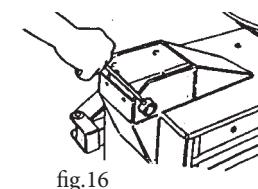
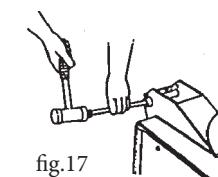
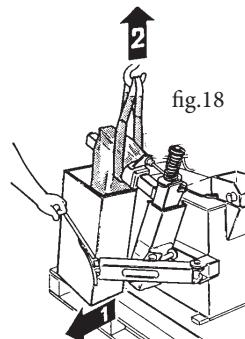
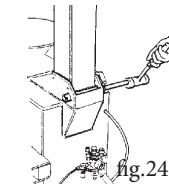

fig.16
fig.17
fig.18
fig.24
- Smontare la vite perno-fulcro palo con chiave a brugola di 6 (fig.16) e sfilare il perno come da fig.17.
- Dotarsi di una fascia di sollevamento di mt.1 modello DR 50 - fattore di sicurezza 6:1. Avvolgere la fascia attorno al braccio ribaltabile (fig.18)
- Aprire il braccio stallonatore come da fig.18 (1) e sollevare il palo con un paranco (2).
- Fissare il palo al cassone infilando il perno con un martello (fig.24) e stringere la vite perno-fulcro (fig.16).
- Unscrew the column pivot-pin bolt with a 6 mm hex key (fig. 16) and remove the pin as shown in fig. (17).
- Make use of a 1 m hoisting strap model DR 50 - safety factor 6:1. Wrap the strap around the tilting arm (fig.18)
- Open the bead breaking arm as shown in fig. 18 (1) and raise the column with a hoist (2).
- Fix the column to the machine body (fig.24) inserting the pivot-pin with a hammer and tighten the pivot-pin bolt (fig.16).
- Démonter la vis pivot-fulcre du bras au moyen de la clef hexagonale de 6 (fig. 16) et extraire le pivot (voir fig. 17).
- Se munir d'une ceinture de levage de 1m modèle DR50- facteur de sécurité 6:1; envelopper la ceinture autour du bras culbutant (fig. 18).
- Ouvrir le bras détalonneur (v. fig. 18)(1) et faire monter la colonne au moyen d'un palan (2).
- Fixer la colonne à la carcasse en enfiler le pivot au moyen d'un marteau (fig. 24) et serrer la vis pivot-fulcre (fig. 16).
- Die Schraube des Zapfendrehpunkts an der Tragsäule mit einem Allen-Wrench-Schlüssel von 6 abschrauben (Abb. 16) und den Zapfen wiein Abb. 17 herausziehen.
- Ein Hebeband von einem Meter Länge Modell DR 50, Sicherheitsfaktor 6:1 besorgen. Das Band um den Schwenkarm wickeln (Abb. 18).
- Die Abdrückkralle wie in Abb. 18 (1) öffnen und die Tragsäule mit einem Flaschenzug hochziehen (2).
- Die Tragsäule auf dem Kasten befestigen, wofür man den Zapfen mit Hilfe eines Hammers einsetzt (Abb. 24), und dann die Schraube des Drehpunktzapfens anziehen (Abb. 16).
- Desmonte el tornillo pasador-fulcro de la columna con llave de allen de 6mm (fig. 16) y extraiga el pasador como muestra la fig. (17).
- Procúrese una correa de levantamiento de m. 1 modelo DR 50 - factorde seguridad 6:1; arrolle la correa alrededor del brazo volcable (fig. 18).
- Abra el brazo destalonador como muestra la fig. 18 (1) y levante la columna con un gato (2).
- Fije la columna sobre la caja (fig. 18), introduciendo el pasador con un martillo. (fig. 24) y apriete el tornillo pasador-fulcro (fig. 16).